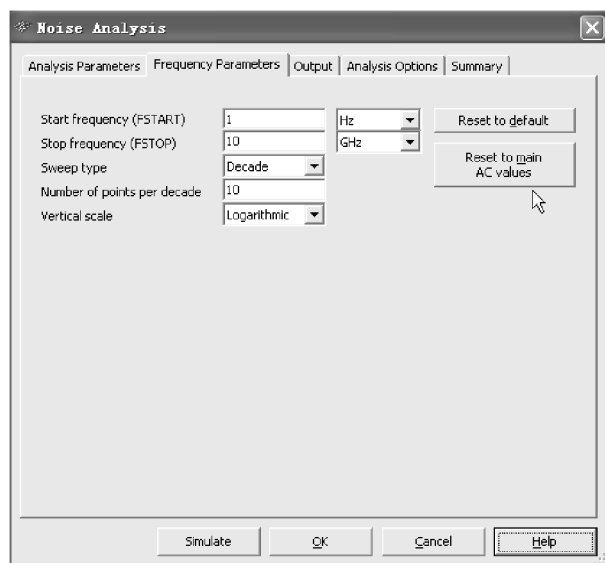

图 5-25 Frequency Parameters 标签页
(2) Frequency Parameters 标签页如图 5-25 所示。